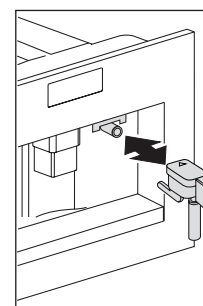

Fig. 13
- ▶ Pentru a utiliza din nou aparatul, introduceți duza pentru apă fierbinte (Fig. 13), dacă nu este deja în poziție, și apăsați pe pictograma OK (B9). Aparatul afișează: HOT WATER PRESS OK (APĂ FIERBINTE, APĂSAȚI OK). Apăsați pe pictograma OK (B9) în decurs de câteva secunde și dozați apă prin duză pentru aproximativ 30 de secunde. Când dozarea se oprește, modurile de bază sunt afișate din nou.